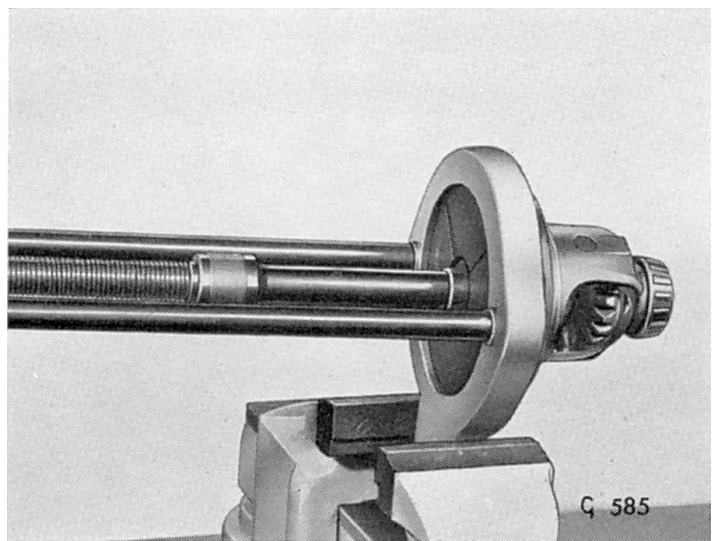

Fig. 34. Extraction d'un roulement latéral du différentiel
Enlever le support de différentiel et l'outil d'écartement. En utilisant l'outil Churchill N° S4221A-8C, retirer les roulements (19) comme indiqué Fig. 34.